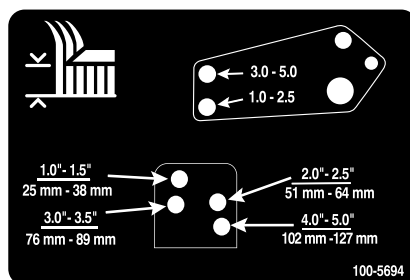

Figura 31
10. Allineate i fori dei tiranti di smorzamento con i fori della staffa per l'altezza di taglio desiderata sul telaio del piatto di taglio, inserite i perni con testa e montate le coppiglie (Figura 31).